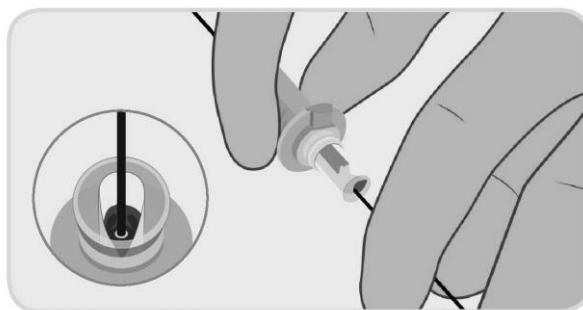

Bild 7. Ladda ledaren i kanylen.
- a. Använd icke-hepariniserad saltlösning för att smörja ledaren under införandet. För in ledaren i implantatet inuti laddningskanylen (bild 7) och fortsätt att föra in ledaren till den sticker ut från den bakre änden på handtaget på PerQseal+ förslutningsanordning. Håll PerQseal införingshylsa i en låg vinkel i förhållande till artärens längsgående axel (t.ex. 20°) och håll införingshylsan så rakt som möjligt för att undvika att den viker sig.
Obs 2: Håll endast i den bakre delen av laddningskanylen under införandet enligt Bild 7.